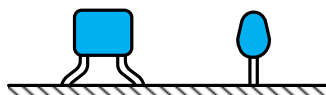

図 6 積層セラミックコンデンサの取付け方
- ③ 積層セラミックコンデンサ (C1～C5, C8) は、図 6 に示すように絶縁チューブをかぶせずリードの曲がりまでプリント基板に差し込み取付ける。